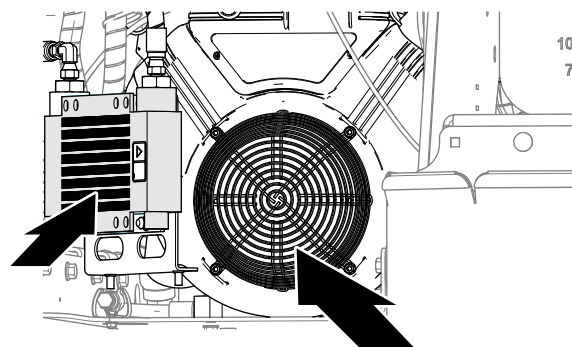

Figure 104
2. Avec une brosse ou un chiffon sec, nettoyez les débris sur la protection du moteur et le refroidisseur d'huile hydraulique (Figure 104).